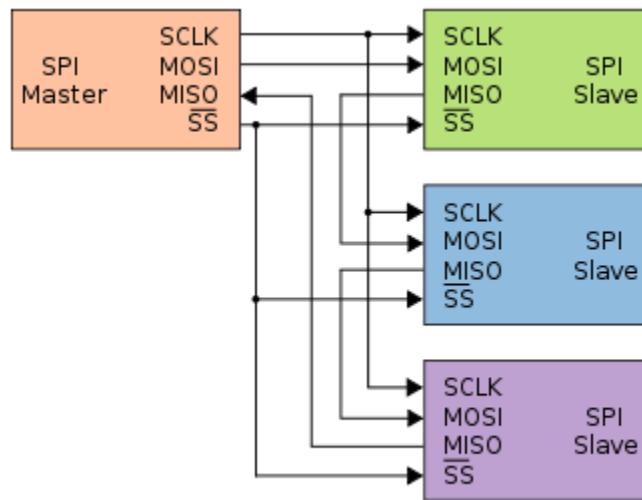

Figura 5: Configuração daisy-chain
- Daisy-chain: Nessa configuração os slaves são ligados em serie. O primeiro slave é conectado a saída do master, a saída desse slave é conectada a entrada do segundo slave e assim por diante até a saída do ultimo slave se conectar a entrada do master. Na figura 5 é possível visualizar que sempre irá haver apenas 4 conexões no master assim reduzindo o espaço necessário para a implementação desse protocolo.